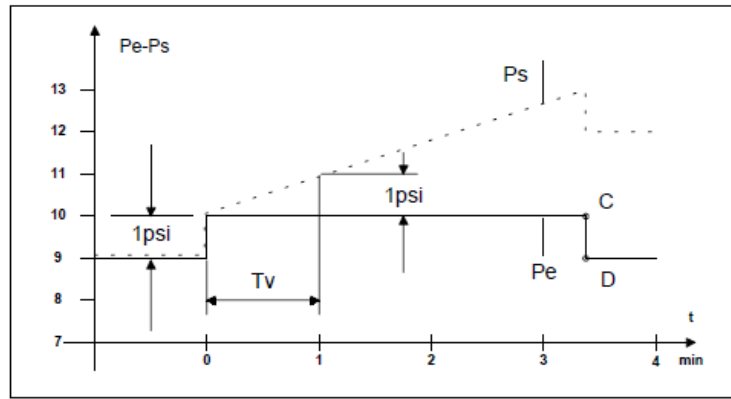

Figura 14
A figura 14 mostra a variação do sinal de saída (PS) de um controlador pneumático, em função do tempo, supondo que o Set-Point seja em 50% e o sinal de entrada (Pe) do controlador varie em degrau passando de 9 PSI (50%) para 10 PSI (58%).